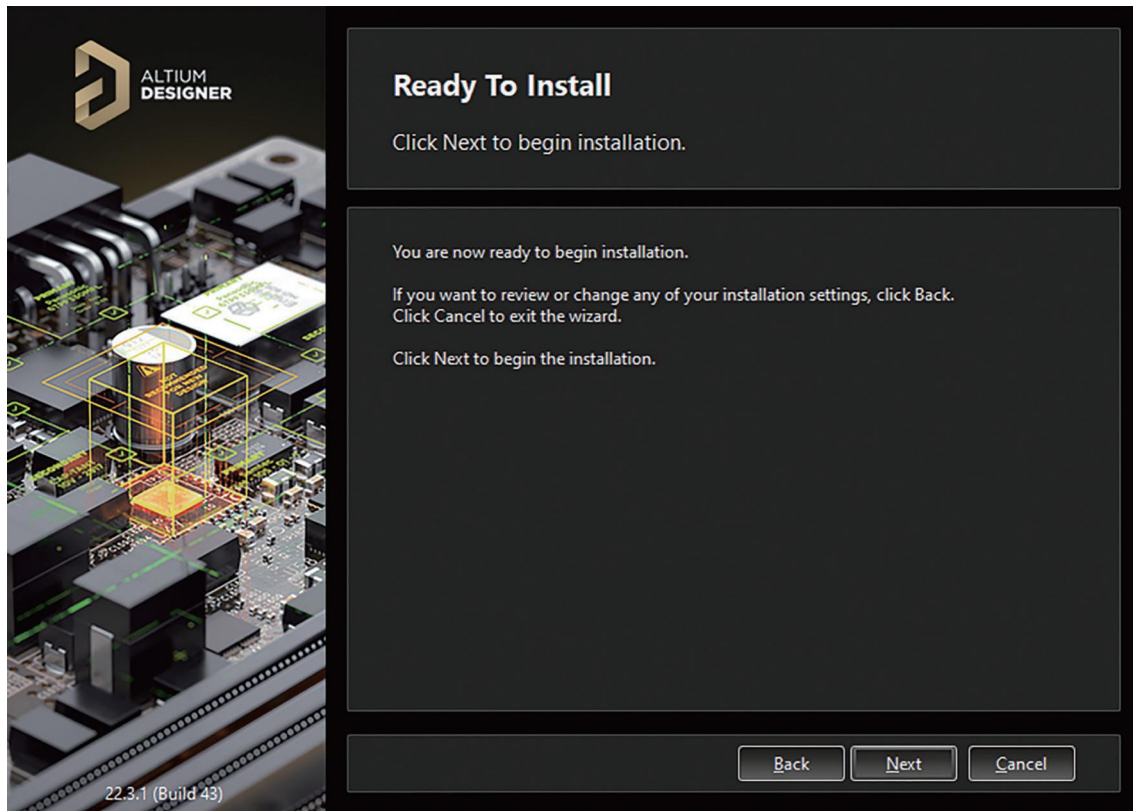

图 1-10 进行安装
(7)弹出准备安装的对话框界面,如图 1-10 所示,保持默认即可,然后单击“Next”按钮。